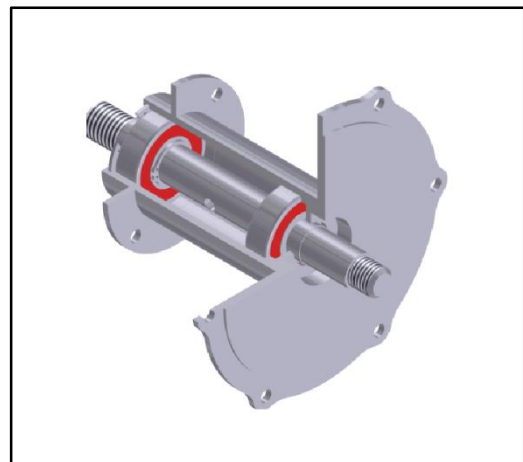

Figura 20: conjunto mancal-eixo-rolamentos ajustados.
- Ainda com o auxílio da prensa hidráulica, coloque o eixo dentro do mancal, passando pelo rolamento posicionado, até que o conjunto de rolamentos e as travas se ajustem (figura 20). Em seguida, coloque a trava no mancal para que o rolamento fique seguramente fixado.